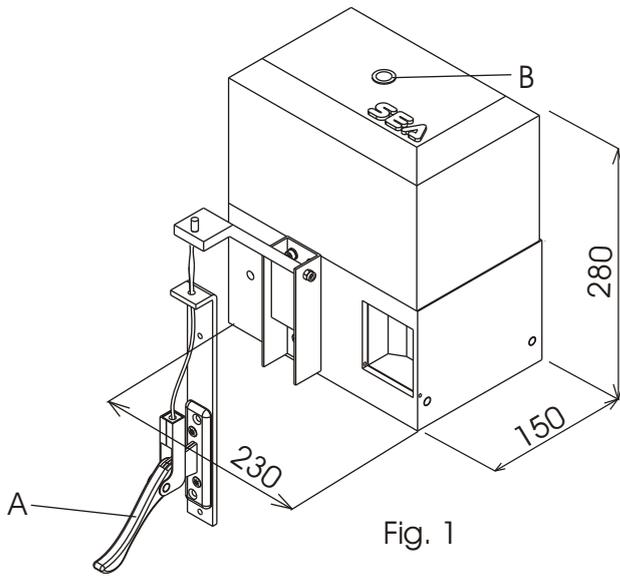

Fig. 1
- Den in Abb. 1 (Ref. **A**) abgebildeten Hebel nach unten drücken